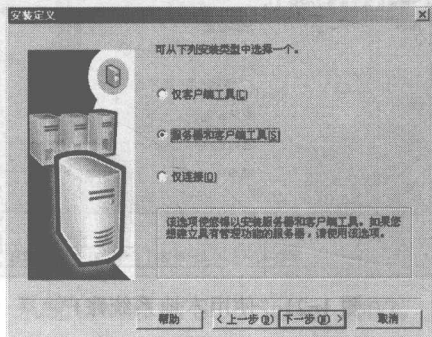

图 1-18 服务器和客户端工具
8) 选中“服务器和客户端工具”单选按钮, 单击“下一步”按钮, 如图 1-18 所示。